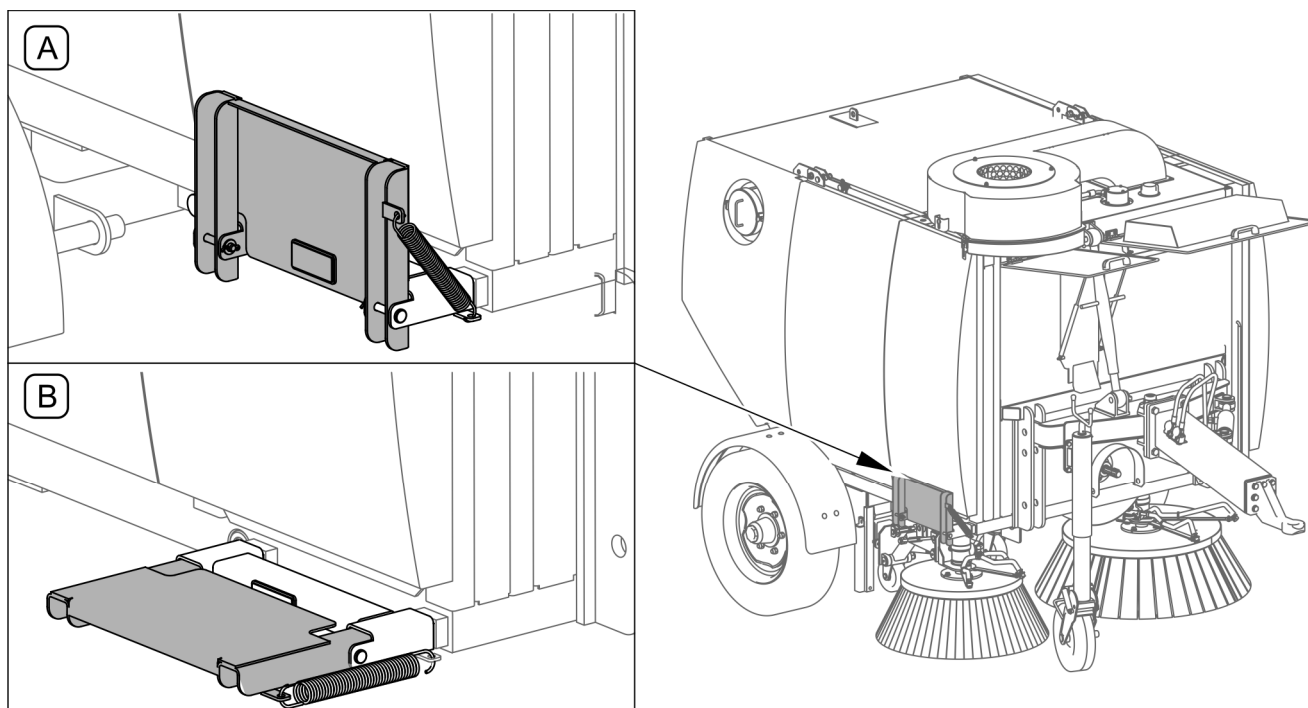
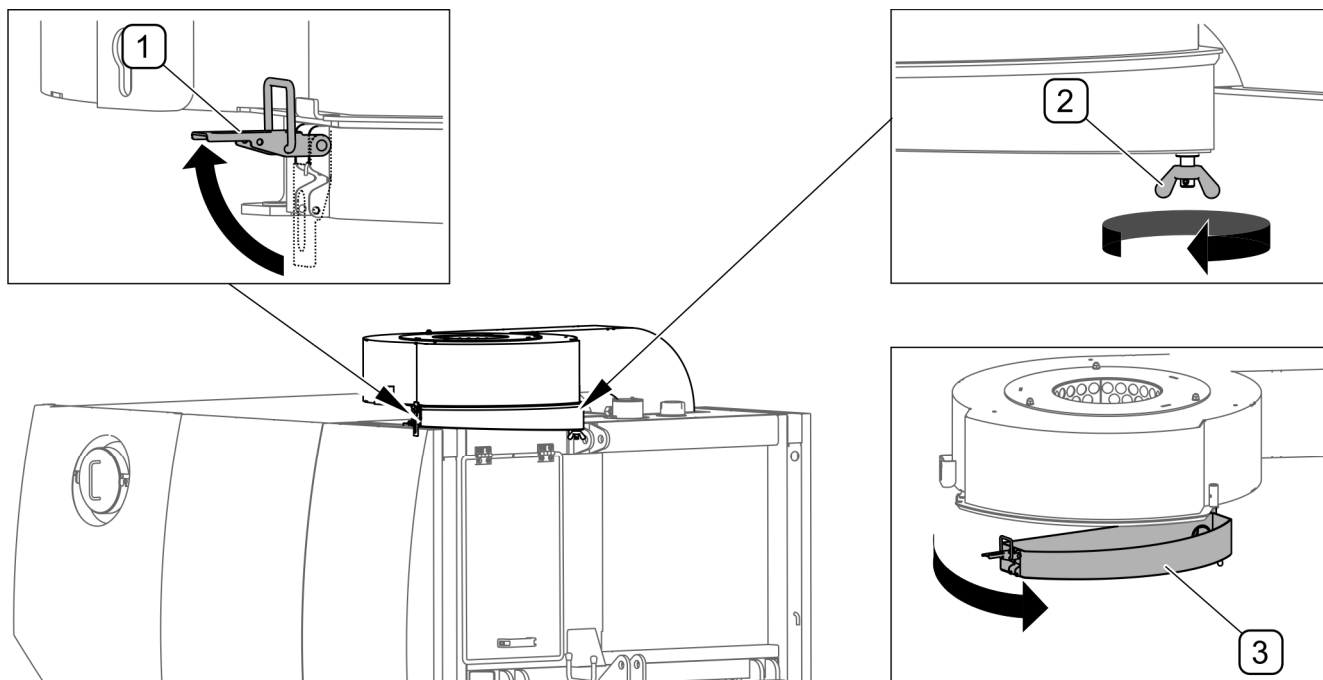

РИСУНОК 5.33 Відкидна підніжка
РИСУНОК 5.34 Очищення циклона
Необхідно періодично перевіряти стан забруднення циклона для видалення пилу, розташованого на виході повітря з бака для сміття (РИСУНОК 5.34). Щоб полегшити технічне обслуговування циклону, необхідно розкласти підніжку (РИСУНОК 5.33), закріплену з правої сторони рами машини.
Після завершення технічного обслуговування підніжку (РИСУНОК 5.33) потрібно скласти в положення (А).
(1) - замок; (2) - гайка петлі; (3) - нижня кришка
Щоб очистити циклон (РИСУНОК 5.34) необхідно відкрити замок (1) нижньої кришки, ослабити гайку петлі (2), а потім повернути кришку (3) вперед на петлі. Очистити внутрішню частину нижньої кришки (3) і перевірити прохідність всмоктувальної магістралі. Після очищення закрити кришку (3), затягнути гайку петлі (2) і закрити замок (1).